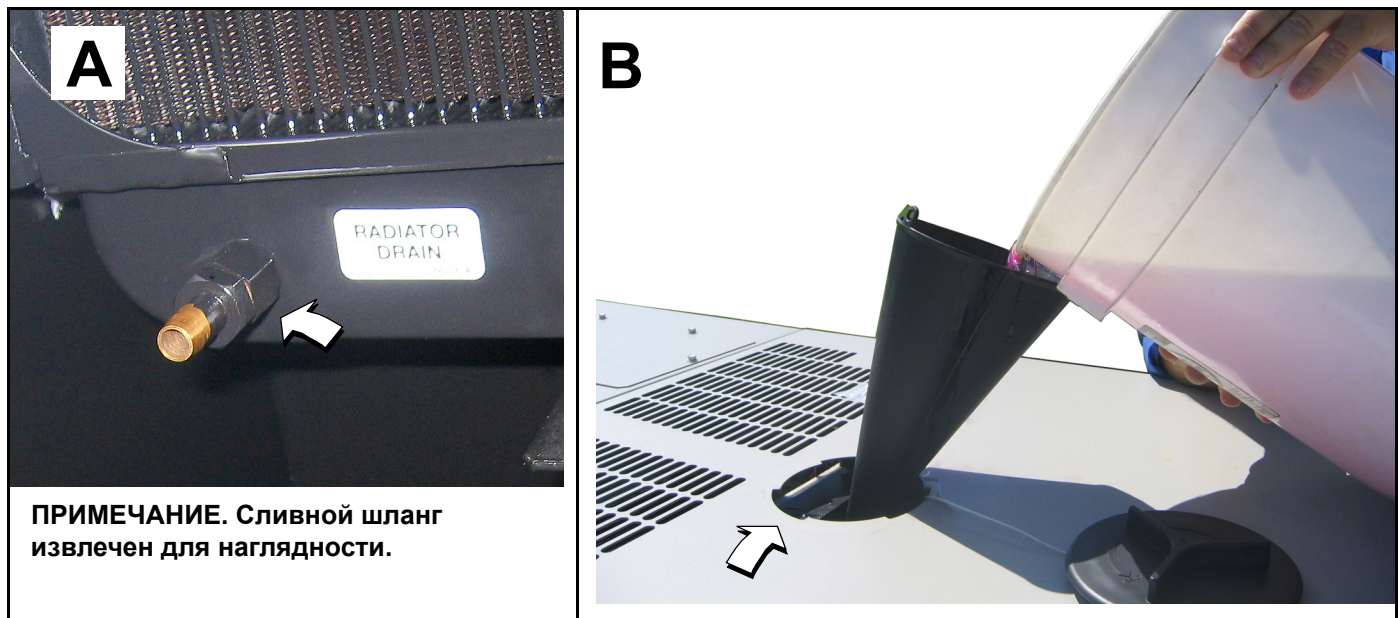

Рисунок 5-19. Слив/наполнение системы охлаждения
4. Сливной кран направьте вниз с левой стороны радиатора. Поверните шестигранную гайку, чтобы открыть сливной кран. См. А рис. 5-19.
12. Поверните и снимите пластиковую крышку в верхней части кожуха и вставьте воронку в заправочную горловину. См. В рис. 5-19.